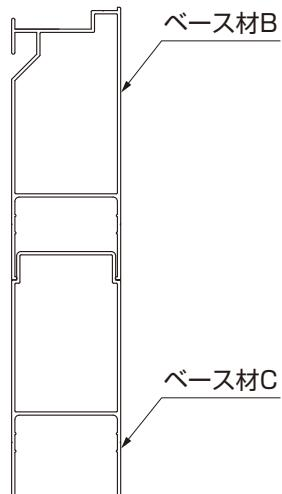

図2-29
- ベース材には種類があります。(図2-28、図2-29、図2-30参照)